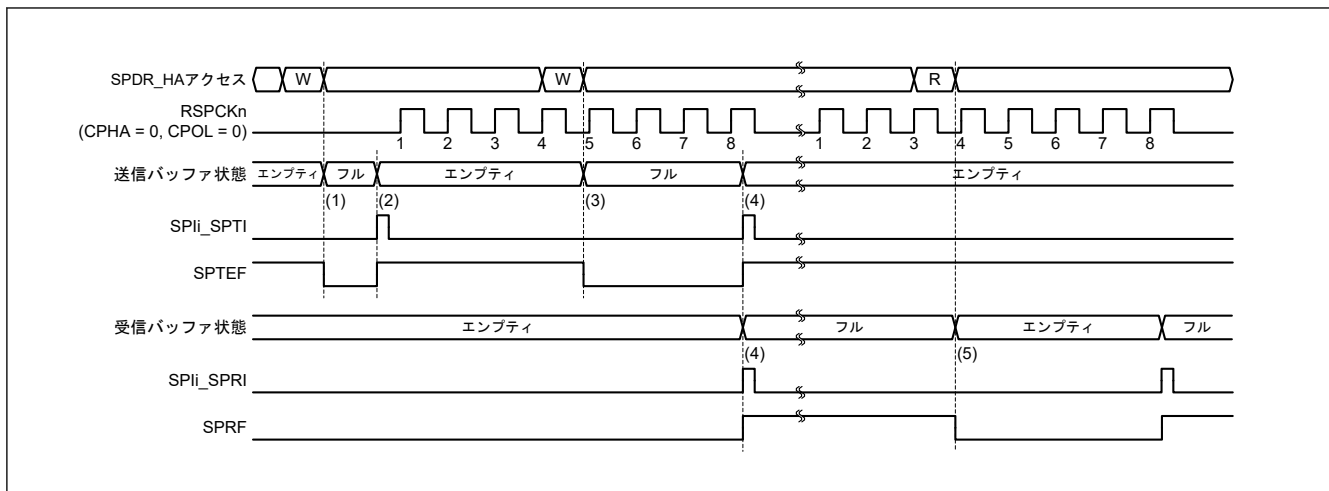
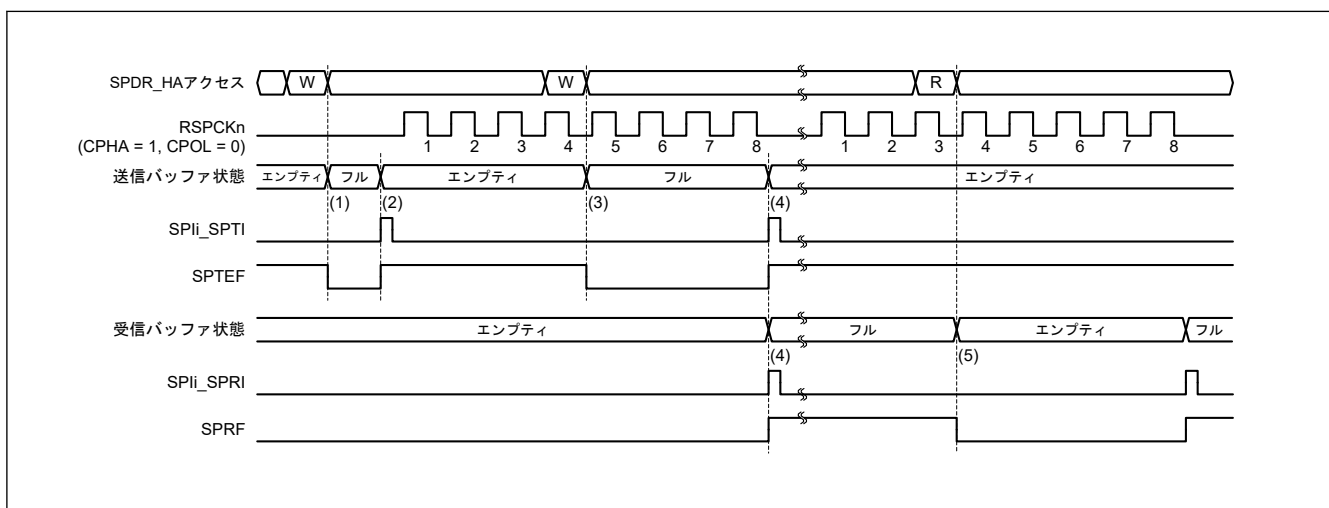

図 26.24 SPIi\_SPTI、SPIi\_SPRI 割り込みの動作例 (CPHA = 0、CPOL = 0)
図 26.25 SPIi\_SPTI、SPIi\_SPRI 割り込みの動作例 (CPHA = 1、CPOL = 0)
図 26.24 および 図 26.25 に、送信バッファエンプティ割り込み (SPiI\_SPTI) と受信バッファフル割り込み (SPiI\_SPRI) の動作例を示します。図 38.26 および 図 38.27 に記載した SPDR レジスタアクセスは、SPDR\_HA レジスタへのアクセス状況を示しています。W は書き込みサイクル、R は読み出しサイクルを示しています。図 26.24 では、SPCR.TXMD ビットが 0、SPCMD0.CPHA ビットが 0、SPCMD0.CPOL ビットが 0 の設定で、SPI が 8 ビットのシリアル転送を実行しています。図 26.25 では、SPCR.TXMD ビットが 0、SPCMD0.CPHA ビットが 1、SPCMD0.CPOL ビットが 0 の設定で、SPI が 8 ビットのシリアル転送を実行しています。RSPCKn 波形の下に記載した数字は、RSPCK サイクル数 (= 転送ビット数) を示しています。
以下に、図 26.24 および 図 26.25 の (1)~(5) での SPI の動作内容を説明します。